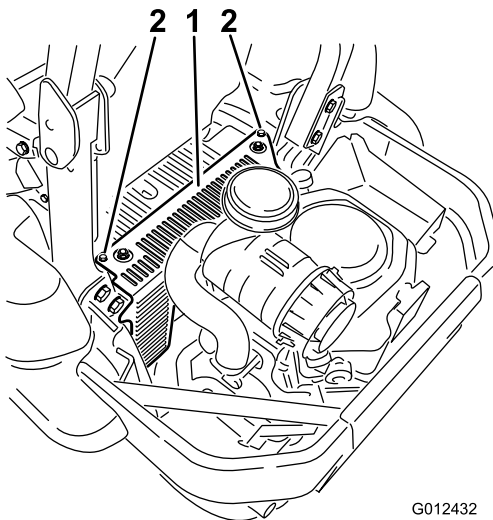

Figura 58
3. Retire la cubierta de la unidad hidráulica y los 2 pernos que están sujetos a la misma (Figura 58).
5. Instale la cubierta de la unidad hidráulica (Figura 58).